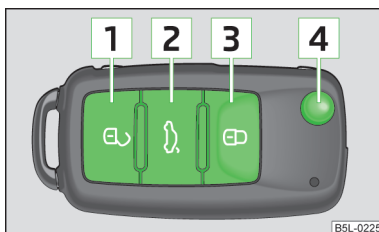

Fig. 15
► Premere il tasto **1** » fig. 15.
► Premere il tasto **3** » fig. 15.
► Premere il tasto **3** » fig. 15 due volte nell'arco di 2 secondi. Altre informazioni » pagina 30.
► Premere il tasto **2** » fig. 15. Altre informazioni » pagina 35, Apertura/Chiusura.
► Premere il tasto **4** » fig. 15.
► Premere il tasto **4** » fig. 15 e fare rientrare l'ingegno della chiave.
Lo sbloccaggio del veicolo è segnalato dal doppio lampeggio degli indicatori di direzione. Se nei 30 secondi successivi allo sbloccaggio del veicolo con il tasto **1** » fig. 15 non si apre nessuna porta né il portellone bagagliaio, il veicolo si blocca di nuovo automaticamente e si riattiva la chiusura Safe o l'impianto antifurto. Questa funzione impedisce lo sbloccaggio involontario del veicolo.